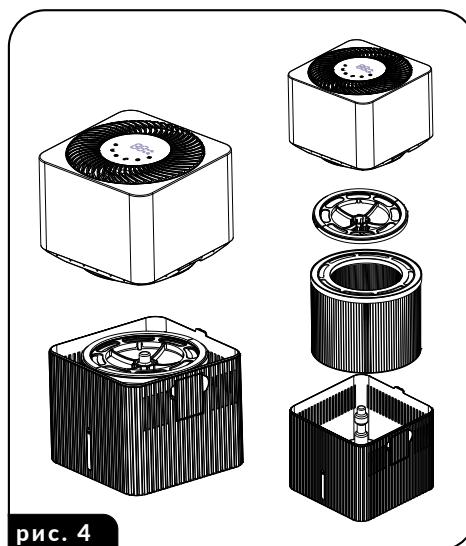

рис. 4
1. Снимите корпус увлажнителя (3) с емкости для воды (10). Выньте кольцо поплавка (4), фильтр (6) и поплавок (5).
3. Наполните емкость для воды (10) теплой водой и промойте ее. Для удаления сильных загрязнений добавьте в теплую воду мягкое моющее средство, промойте емкость и ополосните ее чистой водой. Емкость для воды следует чистить часто, каждые 1-2 дня.
4. Поплавок (5) Вы можете осторожно промыть в воде.
6. Периодически очищайте внутреннее пространство емкости (10) от накипи. Налейте в емкость водяной раствор уксуса в соотношении 1:1 и оставьте на несколько часов. После удаления накипи вылейте уксусный раствор из емкости и промойте ее внутреннее пространство проточной водой.
7. Увлажнитель оборудован счетчиком рабочего времени, который по прошествии 4320 часов (180 дней) сообщает о необходимости замены испарительного фильтра (6) на новый - на светодиодном дисплее отображается сообщение «FR». После замены фильтра обнулите таймер фильтра, нажав кнопку включить/выключить (2a) на устройстве, когда оно включено.
- Замените фильтр в соответствии со следующими инструкциями (схема установки компонентов показана на рис. 4):
- снимите корпус увлажнителя (3) с емкости для воды (10)
- снимите с испарительного фильтра стопорное кольцо поплавка (4)
- наденьте на фильтр стопорное кольцо поплавка (4)
- установите корпус (3) на емкость (10).